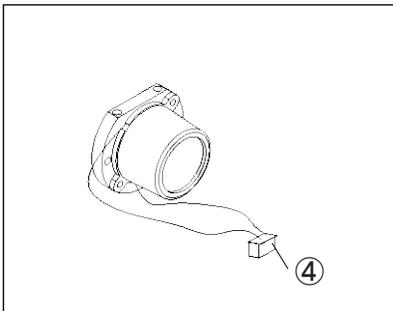

Fig. 12
1. Generalmente las lámparas S-LED (Fig.12) son muy duraderas, no son fáciles de dañar. Si desafortunadamente se ha dañado, contacte a su vendedor.
2. Abra la ventana inferior (1) con un desarmador, afloje el tornillo (2) para desmontar la lámpara S-LED (3) y desconecte el conector (4) de la tarjeta. Monte la nueva lámpara S-LED, apriete el tornillo (2) e inserte el conector (4) en la tarjeta.